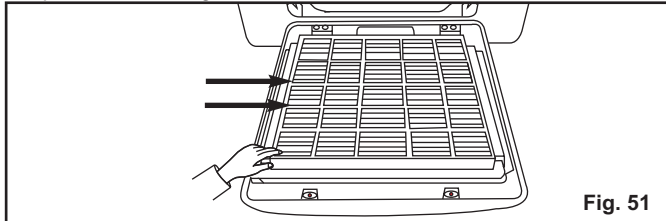

Fig. 51
1) Estrarre i filtri sfilandoli lateralmente, esercitando una leggera pressione nei punti indicati in fig. 51.